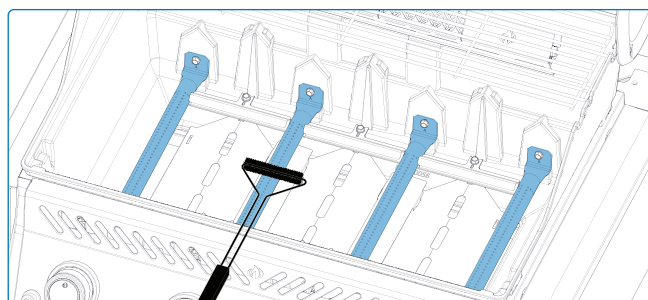

Рис. 10
4. Снимите пластины-испарители и удалите мусор с горелок металлической щеткой (рис. 10)